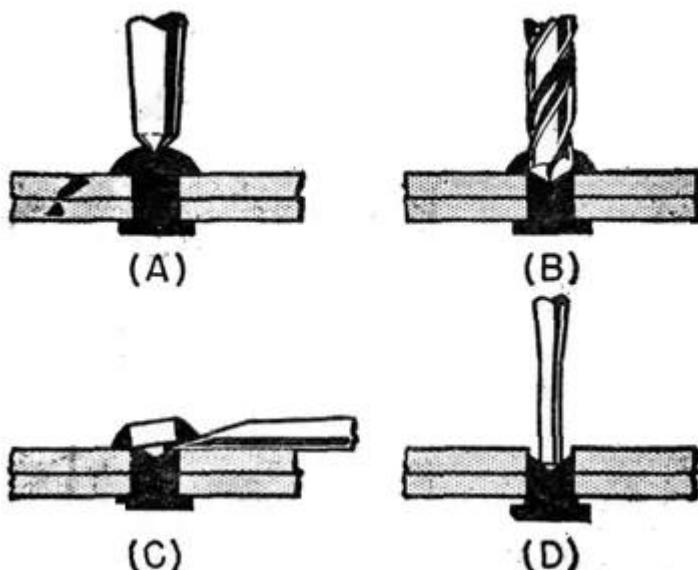

Fig. 96.— Comment enlever un rivet.
- À l'aide d'un pointeau de centrage, faites une légère marque au sommet de la tête du rivet, comme on peut le voir en A, figure 96.
- Vous servant d'un ciseau à froid ou d'un bédane faites alors sauter la tête du rivet (C). Si le tranchant de ce ciseau est légèrement arrondi, il n'égratignera pas la surface de la tôle.